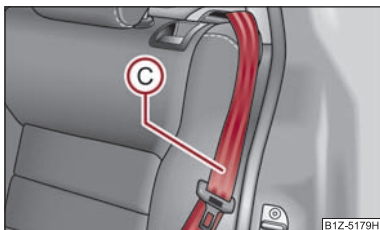

Fig. 61 Deblocarea spătarului scaunului
- Aduceți centura de siguranță laterală din spate **C** ⇒ fig. 61 în spatele marginii capitonajului lateral.